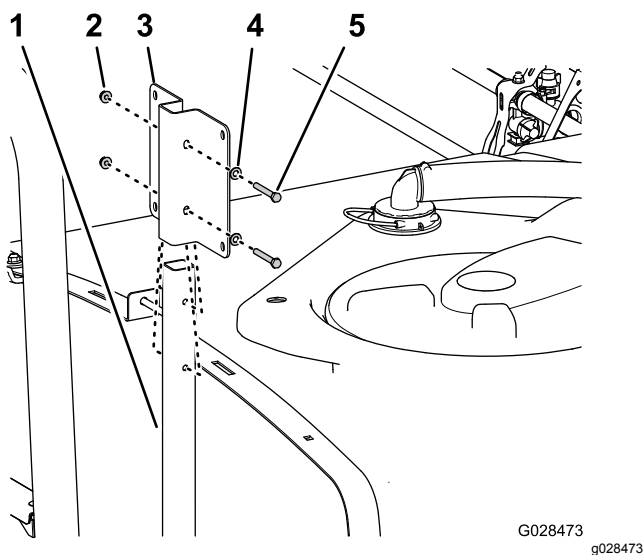

Figura 36
1. Alinhe os furos na montagem do depósito de água limpa com os furos no tubo de suporte (Figura 36).
2. Prenda a montagem no tubo (Figura 36) com dois parafusos de cabeça flangeada (5/16 pol. x  $2\frac{1}{4}$  pol.), duas anilhas (5/16 pol.) e duas porcas de bloqueio flangeadas (5/16 pol.).